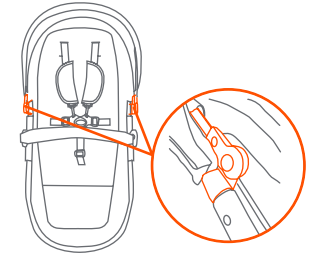

Fig. 12a
- 12) • **Pour fixer l'auvent amovible :** enclenchez les pinces de l'auvent à l'intérieur des tubes du siège pour enfant (Fig. 12a).